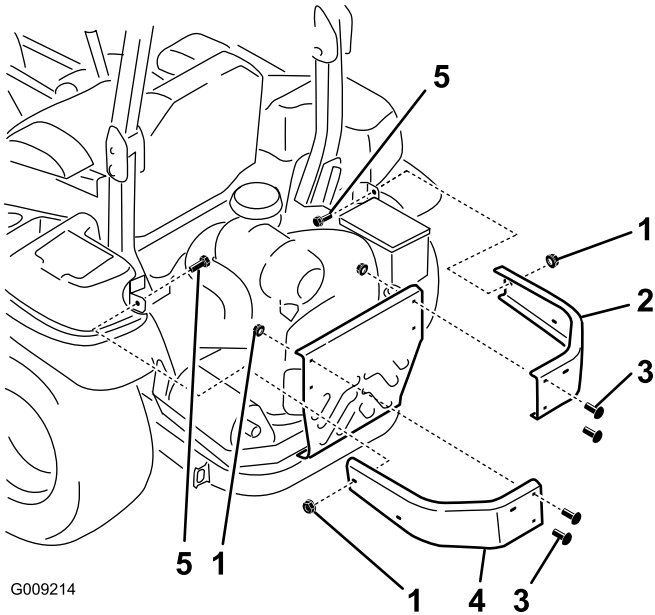

Figure 5
1. Retirez les écrous et les boulons qui fixent les pare-chocs latéraux sur la machine (Figure 5).
carrosserie (3/8" x 1 1/4"), 4 boulons de carrosserie retirés précédemment et 6 écrous à embase (3/8"), comme montré à la Figure 5.